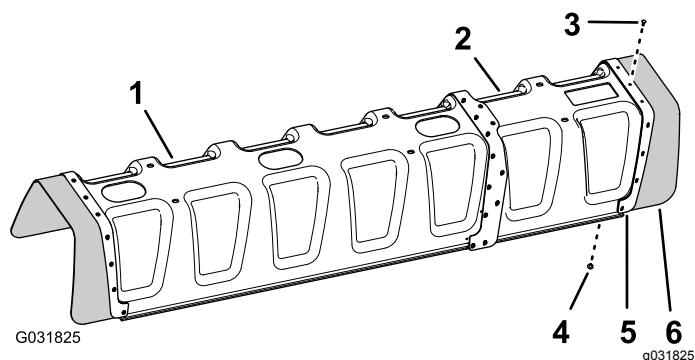

Figura 234
5. Alinee los orificios de la cubierta de goma y la pletina de refuerzo (una fila) que retiró en el paso 2 con los orificios del extremo de la extensión de la cubierta (Figura 234).